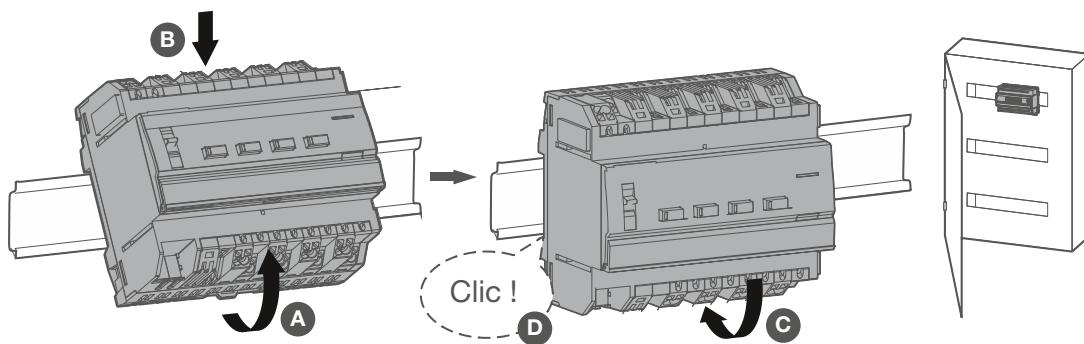

Fig. 5 : Montez l'appareil sur le rail DIN
- Monter l'appareil sur un rail DIN suivant TH 35 7,5-15 conformément à la norme IEC 60715:2017 / EN 60715:2017 (Fig. 5: Montez l'appareil sur le rail DIN)